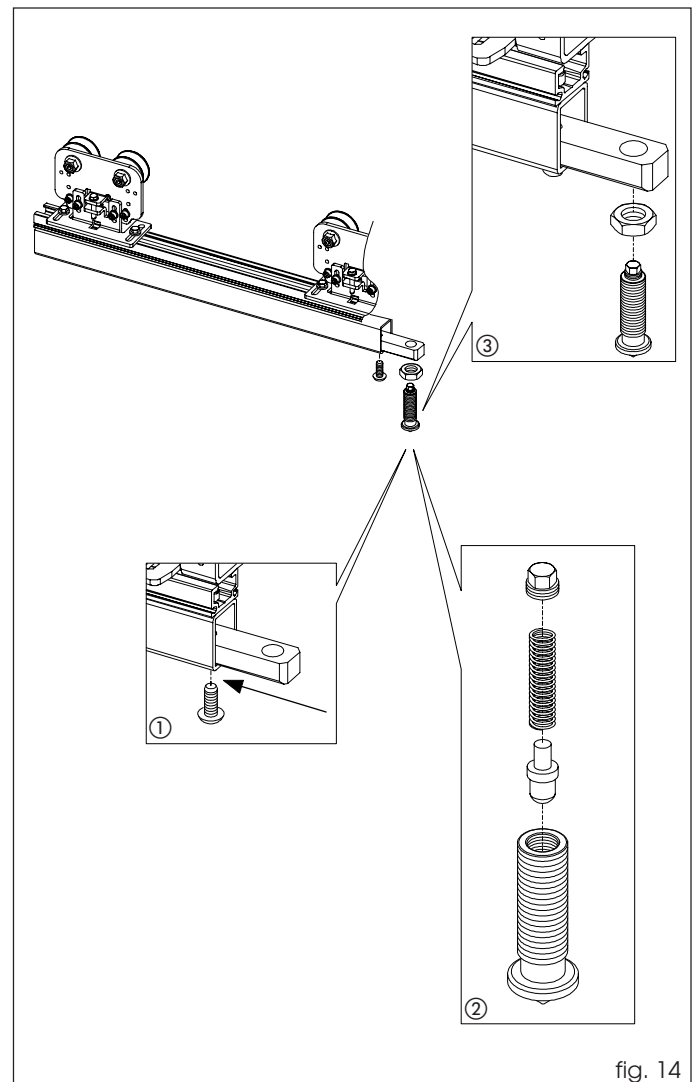

fig. 14
Monter la patte du support de déverrouillage antipanique sur la tige et la fixer en utilisant la vis fournie (fig. 14 réf. ①).
Assembler le groupe de déverrouillage (fig. 14 réf. ②).
Monter le groupe de déverrouillage sur la patte de support, en utilisant l'écrou fourni d'après la fig. 14 réf. ③.